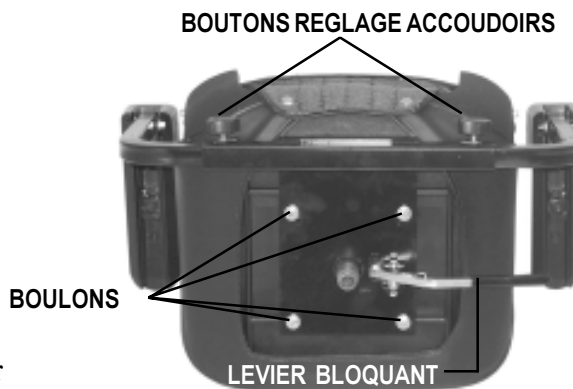

FIGURE 16. REGLAGES DU SIEGE
1. Pesez sur le levier pour débloquer le siège. Voir figure 16.
1. Desserrez les boutons derrière le dossier du fauteuil. Voir figure 16.
Vous pouvez repositionner le siège du Revo vers un des trois réglages pré-établis pour approcher ou éloigner. Voir la figure 16.
2. Retirez les quatre boulons qui attachent le siège à la base. Voir la figure 16.